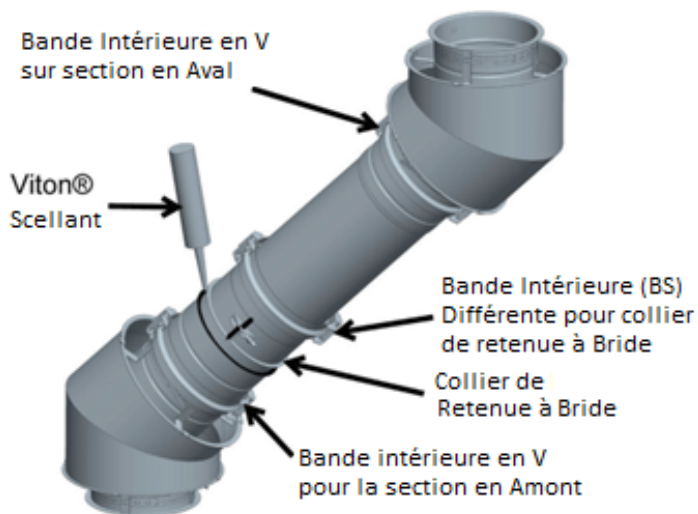

Figure 37 - Étape 7-9- Fixez le manchon à double bride et scellez le collier de bride de retenue
Étape 8 - Appliquez une fine couche de produit d'étanchéité à l'intérieur du collier de retenue, ainsi qu'un cordon continu de produit d'étanchéité au niveau du joint de chevauchement du collier. Voir Figure 37.